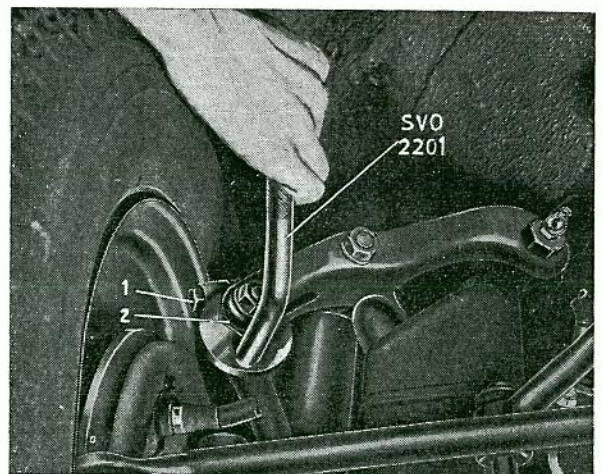

Bild 47. Justering av axel- och hjullutning.
Axellutningen skall vara $-3/4^\circ - +1/4^\circ$. Den justeras genom att man lossar klämskruven (1 bild 47) och därefter vrider excenterbussningen (2). Använd nyckel SVO 1411 om bussningen är av det gamla utförandet med nyckelvidd 28,5 mm och nyckel SVO 2201 om bussningen är av nya utförandet med nyckelvidd 34,3 mm. Ett varvs vridning ändrar vinkeln $1/2^\circ$. *Obs!* att om hjulet har rätt lutning (camber) vridningen måste göras ett helt varv, enär i annat fall hjulets lutning ändras. Drag till klämskruven innan axellutningen kontrollmätas.
(bild 47.) En ändring av hjullutningen medför en